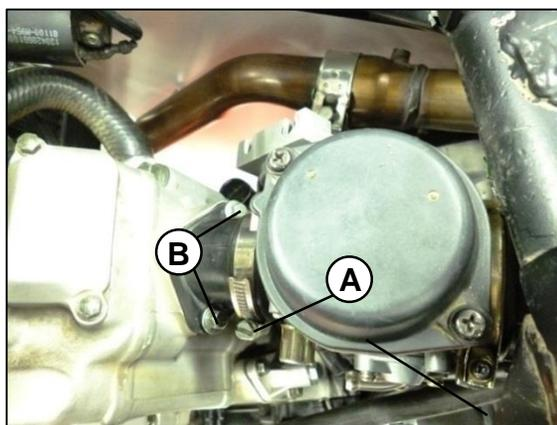

Fig. 10
Desapretar las dos abrazaderas (A) de sujeción del carburador, remueva los dos pernos (B) del conector carburador retire el conector carburador y retire el carburador **Fig. 10**